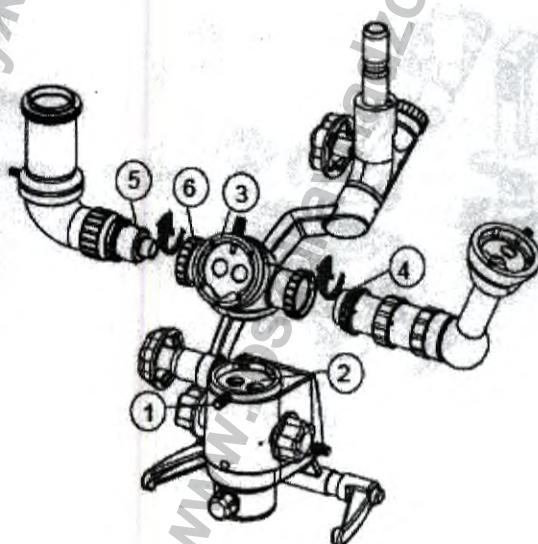

Рис. 27
10.8 Установка светофильтра с мостом наблюдения для ассистента с наклонной головкой и DSLR камеры (рис. 27):